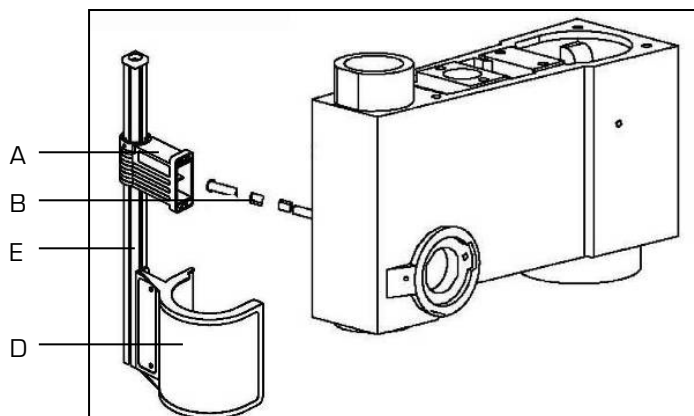

Figure 3
1.  Vérifier le bon serrage des connexions électriques du support d'écran de protection (A) ainsi que sur les connexions électriques sortant de la tête de perceuse (B).
2. Connecter le support d'écran de protection (A) aux connexions électriques (B) situées sur la tête de perceuse.
3.  Positionner la molette de serrage (C) situé sur le support d'écran de protection (A) vers le haut (voir fig.3).
4. Monter l'écran de protection (D) sur l'axe du support d'écran (E) à l'aide de deux vis.
5. Monter l'ensemble dans le support d'écran de protection (A).
6. Positionner l'axe (E) et serrer la molette (C).
7. Pour le fonctionnement de la perceuse, ajuster correctement l'écran de protection de mandrin avec l'axe en position fermée (un microinterrupteur de sécurité assure la fermeture) et serrer la molette (C).